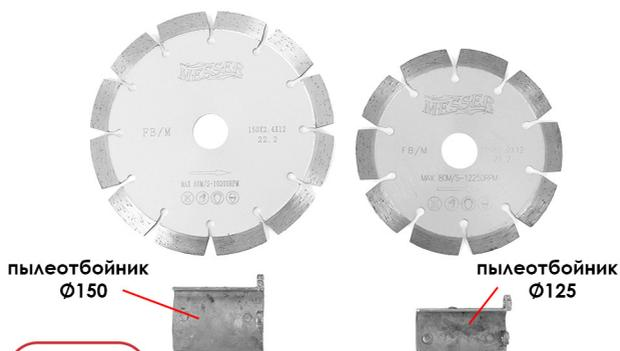

Рис.1
1. В соответствии с необходимой шириной и глубиной резки, выберите размер пильных дисков (Ф150 или Ф125) и их количество. Обратите особое внимание на пылеотбойник и установите его в строгом соответствии с диаметром диска который хотите использовать (Рис. 1).